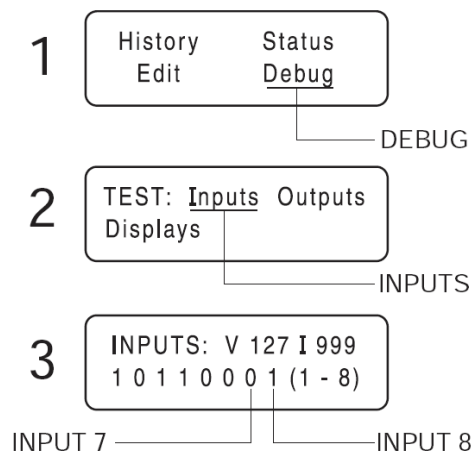

Рисунок 2. Домашняя страница, экраны «Debug» и «Inputs»
- Нажимать правую кнопку с красной стрелкой, пока не будет мигать надпись «Debug» (исправление неисправности). Нажать кнопку «Enter», появится следующий экран. Смотреть рисунок 2, экран 2.